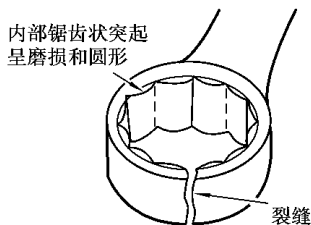

图 2.1.6 一个破坏了的梅花扳手
(1) 不要使用带有裂纹和已严重磨损的梅花扳手, 否则会伤害你, 如图 2.1.6 所示。